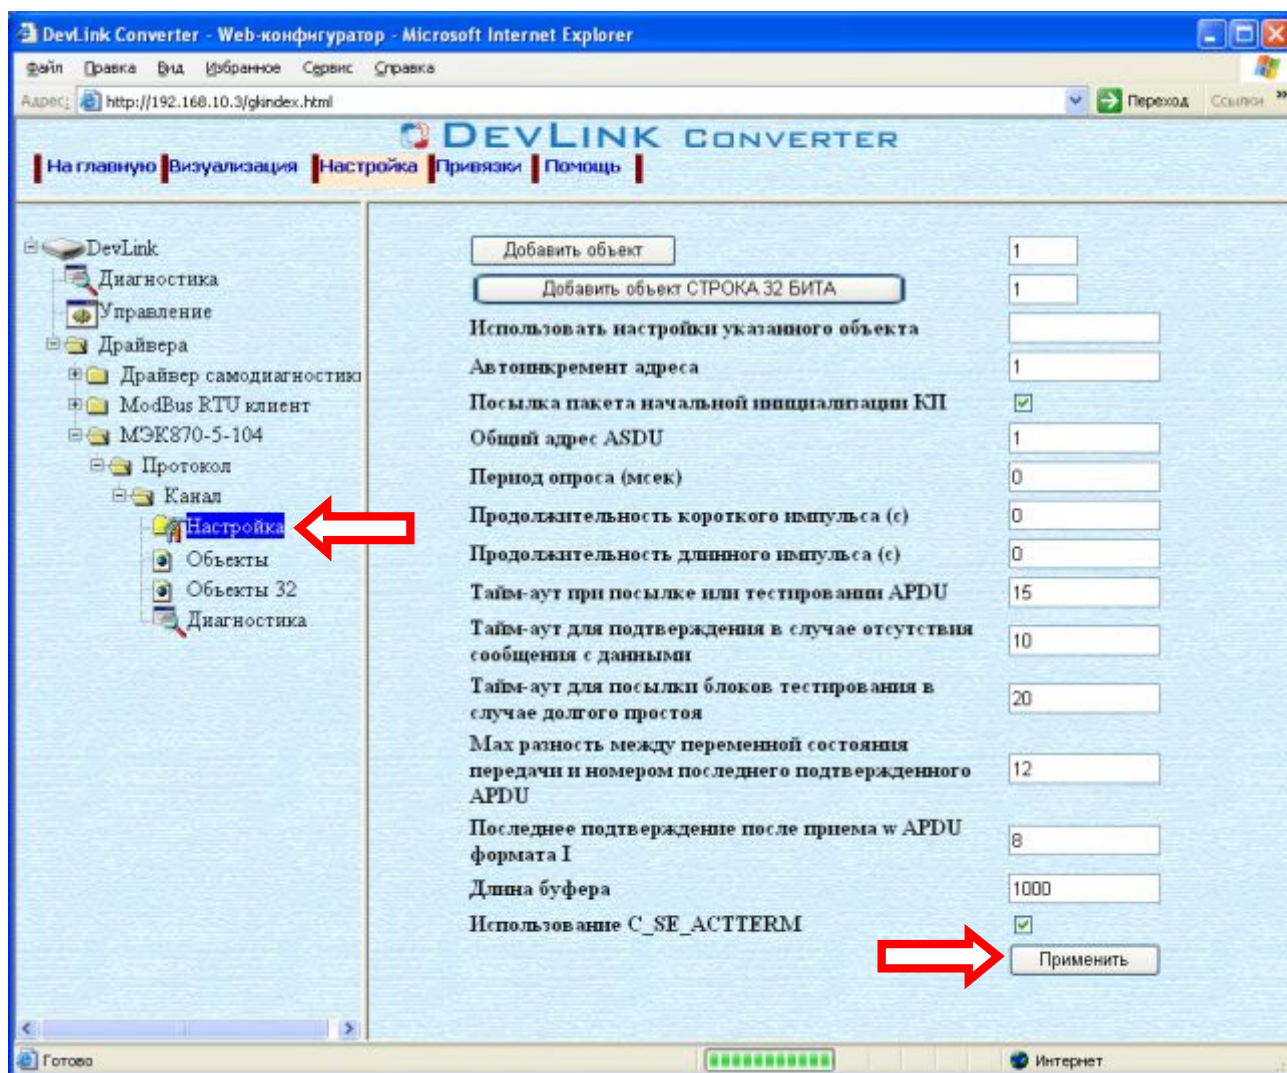

Рисунок 3.4 – Настройка протокола
- Выберите в дереве объектов *папку «Настройка»* протокола (рисунок 3.4). В результате в правом фрейме (фрейм «Настройка») конфигуратора появятся соответствующие элементы управления
- С помощью элементов управления задайте необходимые установки и нажмите кнопку «Применить» (рисунок 3.4).